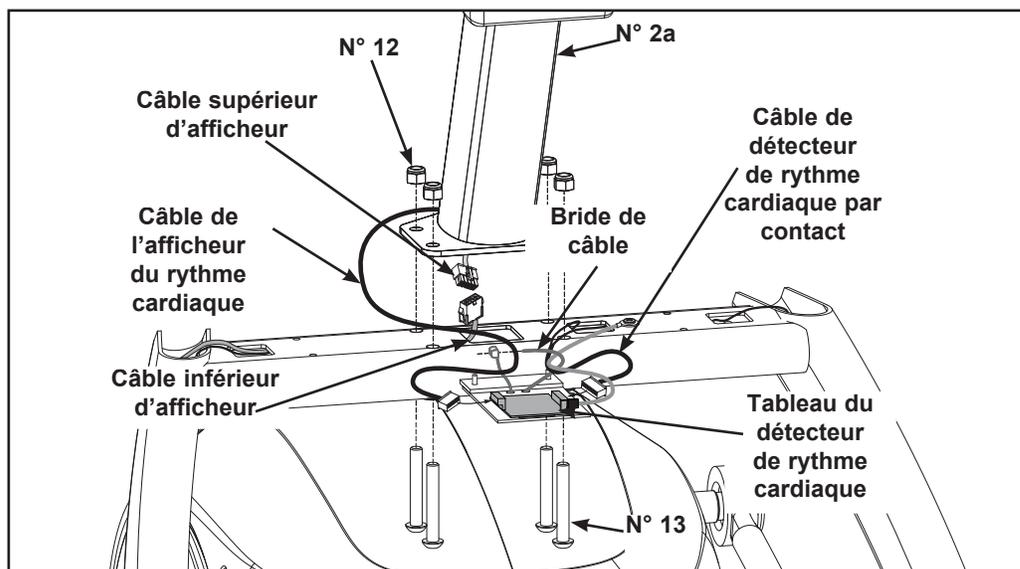

Figure 7 (750AT)
- B. Repérez le câble supérieur de l'afficheur et raccordez-le au câble inférieur de l'afficheur. Reportez-vous à la figure 7.
- C. Repérez le câble de l'afficheur du rythme cardiaque et branchez-le dans le tableau du détecteur de rythme cardiaque. Reportez-vous à la figure 7.
- E. Insérez (de par en-dessous) les quatre vis de blocage à tête ronde 0,375-16 x 2,25 (n° 13). Enfillez à la main les quatre contre-écrous en nylon 0,375-16 (n° 12) dans leur emplacement. Reportez-vous à la figure 7.
pendant que vous fixez la console à l'aide de la clé à fourche. Reportez-vous à la figure 7.